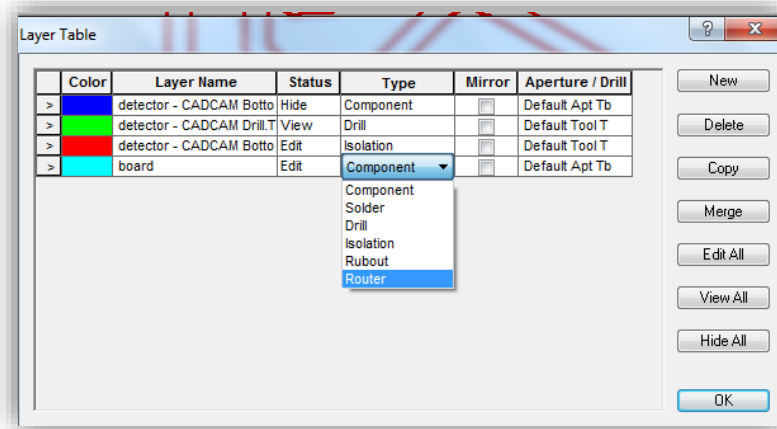

Figura 64. Tabla de capas con la capa nueva de la board.
48. Y en la opción tipo (type) despliegue en menú y elija **router** como se muestra en la figura 64.